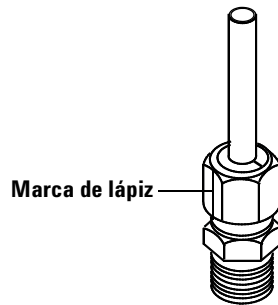

Figura 10 Marcado de la conexión
- 7 Marque la tuerca con un lápiz (Figura 10).